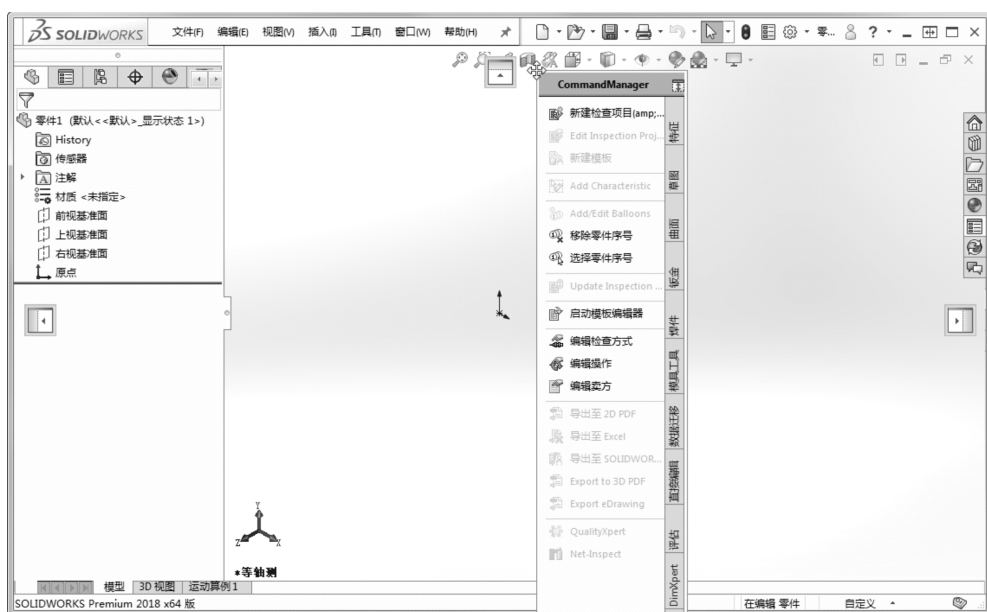

图 1-91 移动功能区选项卡
- 01 在功能区选项卡的标题名称上按住鼠标左键不放，移动鼠标位置，整个功能区选项卡将随之移动，如图 1-91 所示。